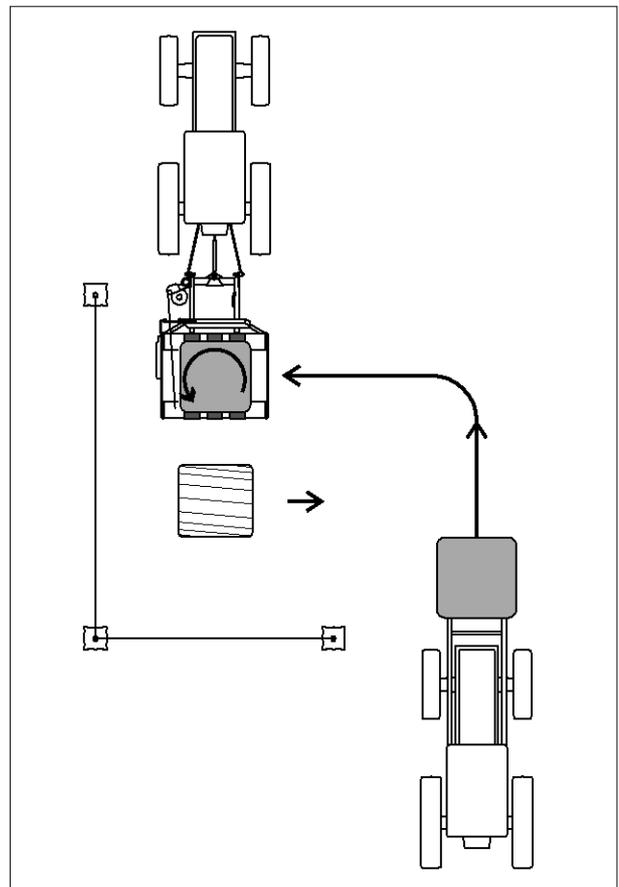

Fig. 53
3) Arrêter la table en position de déchargement, avec le dispositif d'accrochage et de coupe du film orienté vers le tracteur (fig. 53). Amener doucement la table hors de la position de déchargement, puis inverser le sens pour actionner le dispositif de verrouillage de la table rotative. Vérifier que la zone de déchargement est prête pour le déchargement puis décharger la balle.
La Fig. 53 illustre une situation de travail normale avec une enrubanneuse portée trois points et une barrière de sécurité.